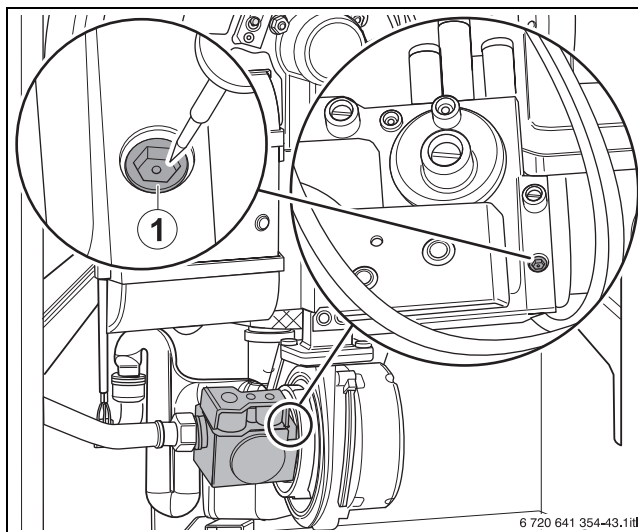

Bild 44 CO₂-Einstellung bei Volllast vornehmen
- ▶ Bei CO₂-Werten unter 8,5 % oder über 9,6 % die Einstellung an der Großlast-Einstellschraube korrigieren (→ Bild 44, [1], Tabelle 11).
- ▶ Bei CO₂-Werten unter 9,8 % oder über 10,8 % die Einstellung an der Großlast-Einstellschraube korrigieren (→ Bild 44, [1], Tabelle 12).